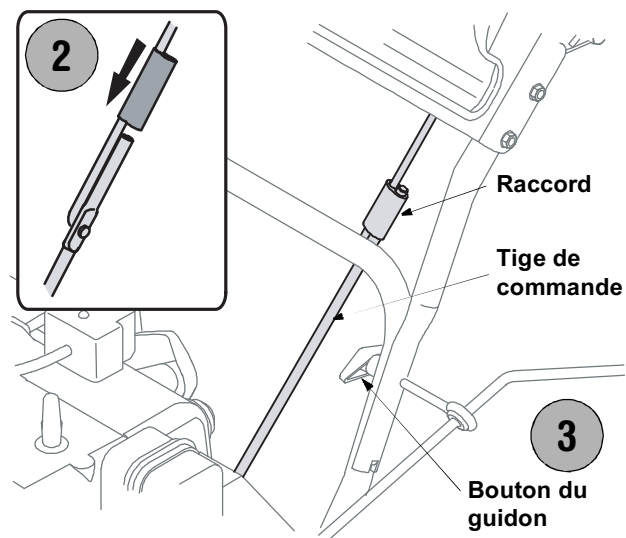

Figure 2
2. Glissez le raccord de la tige de commande du changement de vitesse sur l'extrémité de la tige de commande inférieure. Frappez doucement sur le raccord pour le bloquer sur la tige de commande inférieure. Voir la Figure 2.